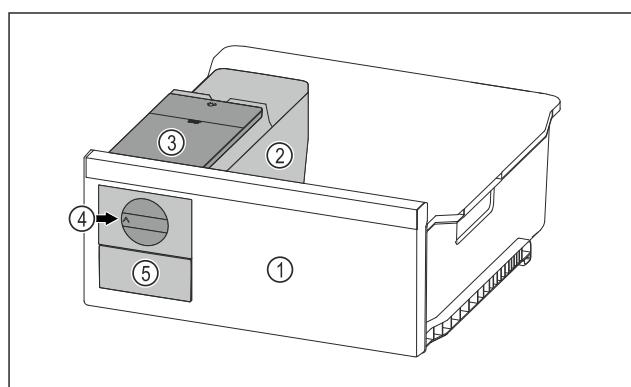

*Fig. 74*
- ▶ Guider le tiroir en biais en contournant les butées Fig. 74 (1).